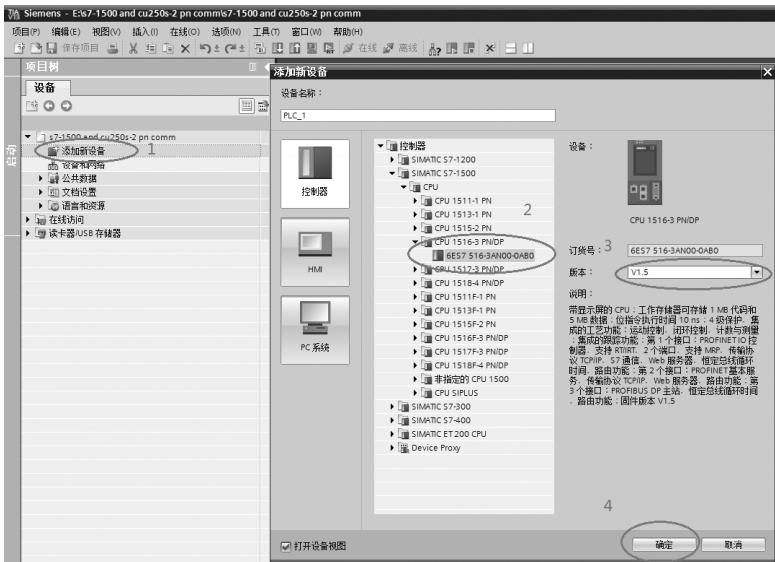

图 7-67 添加 S7-1516 – 3PN/DP
2) 添加 S7-1516 – 3PN/DP，如图 7-67 所示。